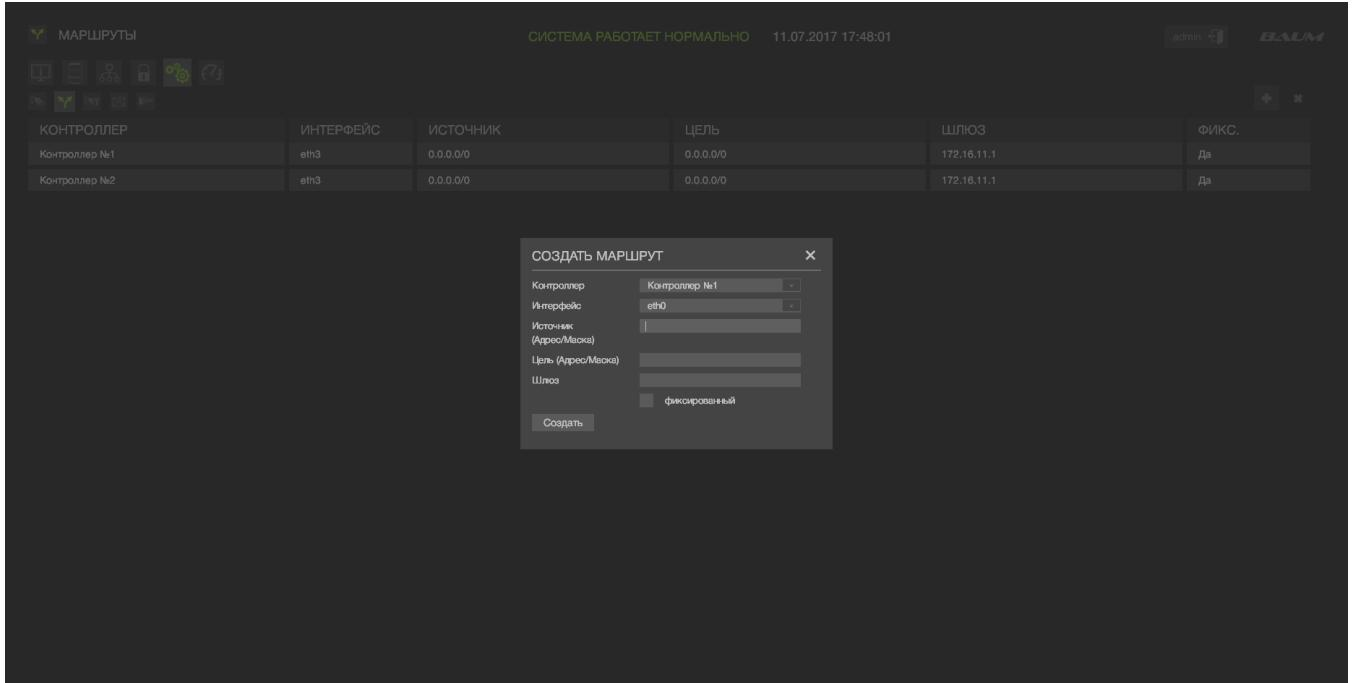

Рисунок 24 – Создание маршрута
- 1) Перейти на вкладку «Настройки» → «Маршруты» (см. Рисунок 24).